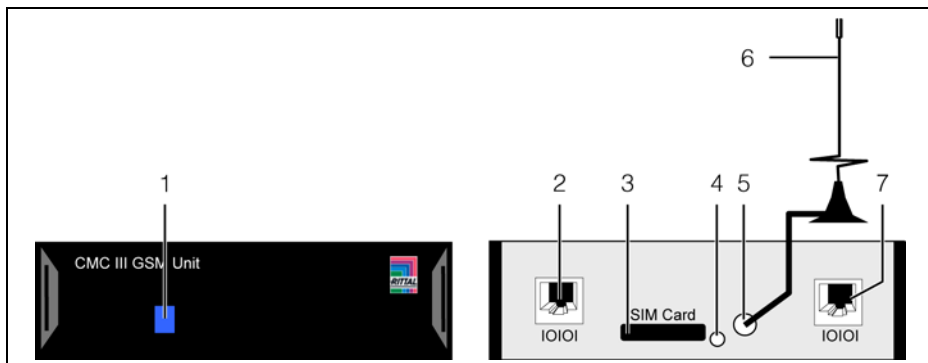

Рис. 3: Элементы индикации, штекеры и разъемы
Элементы управления и индикации показаны на рис. 3.
#### Обозначения на рис. 3
- Нажмите на кнопку извлечения SIM-карты (рис. 3, поз. 4). Держатель SIM-карты выталкивается из слота (рис. 3, поз. 3).
- Подключите антенну к соответствующему разъему на задней стороне GSM-блока (рис. 3, поз. 5).
- Соедините GSM-блок с помощью кабеля RJ 12 с CMC III PU (рис. 3, поз. 2 или поз. 7).